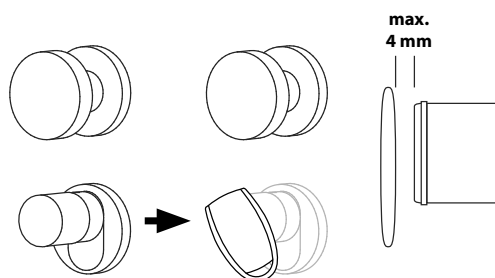

Fig. 1
- 1 Tenez le transpondeur RFID ENTRY 7710 à une distance maximale de 4 mm devant le bouton extérieur de votre cylindre (Fig. 1).